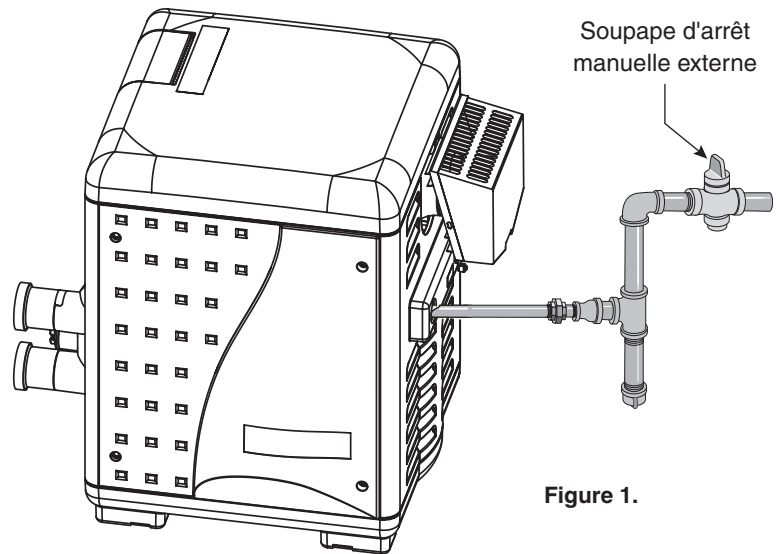

Figure 1.
- 5 **Fermer** la soupape manuelle d'arrivée du gaz (située à l'extérieur du chauffe-eau) ; voir la **figure 1**.
- 6 Attendre cinq (5) minutes que tout le gaz se dissipe. Si une odeur de gaz est détectée, **ARRÊTER !** Suivre le point « B » des instructions de la section « Avant la mise en route » (page 3). En l'absence d'odeur de gaz, passer à l'étape suivante.
- 7 **Ouvrir** la soupape manuelle d'arrivée du gaz (située à l'extérieur du chauffe-eau), voir la **figure 1**.
- 3 **Fermer** la soupape manuelle d'arrivée du gaz (située à l'extérieur du chauffe-eau), voir la figure 1.